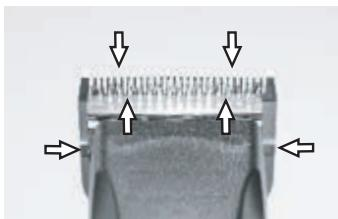

Fig. 24
Una goccia di olio sui pettini superiore ed inferiore è indispensabile per ottenere un buon risultato nella tosa e pure per conservare più a lungo e in ottimo stato la tosatrice (Fig. 24).
- ▶ Lubrifichi sufficientemente i pettini durante la tosa (almeno ogni 15 minuti), di modo che non si secchino mai (Fig. 24).
I rasoi devono essere lubrificati prima, durante e dopo ogni uso. Se i pettini rilasciano striature, è necessario lubrificarli. Applichi qualche goccia di olio sopra e ai lati dei pettini (v. frecce fig. 24). Levi le gocce in eccedenza con un panno morbido e asciutto. Degli aerosol lubrificanti non contengono abbastanza olio per una buona unzione, ma sono utili al raffreddamento dei pettini. Cambi immediatamente i pettini difettati o scheggiati per evitare di ferirsi.